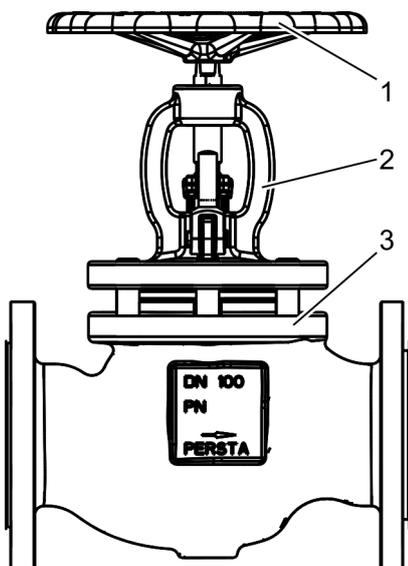

Fig. 27: Actionnement du volant
6. ➤ Actionner le volant (Fig. 27/1) dans le sens de la fermeture (« Shut »).
- ⇒ Le chapeau en étrier (Fig. 27/2) se détache du carter (Fig. 27/3).
7. ➤ Positionner deux pièces intercalaires de même hauteur l'une en face de l'autre entre le carter (Fig. 27/3) et le chapeau en étrier (Fig. 27/2).
8. ➤ Actionner le volant (Fig. 27/1) dans le sens de l'ouverture (« Open »).
- ⇒ Le chapeau en étrier (Fig. 27/2) descend sur les pièces intercalaires.
9. ➤ S'assurer que le chapeau en étrier (Fig. 27/2) repose sur les pièces intercalaires parallèlement au carter (Fig. 27/3).
10. ➤ Actionner le volant (Fig. 27/1) dans le sens de l'ouverture.